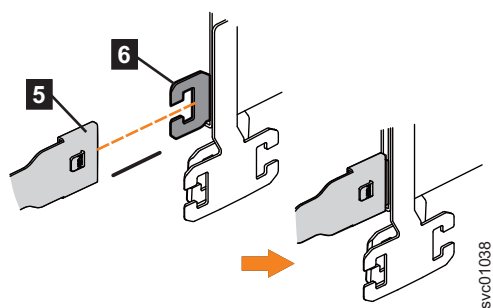

图 76. 将上部 CMA 的支撑导轨连接器连接到右侧支撑导轨上
4. 将上部 CMA 组合件上的支撑导轨连接器 (5) 连接到右侧支撑导轨上的连接器基座 (6) 上, 如图 76 中所示。